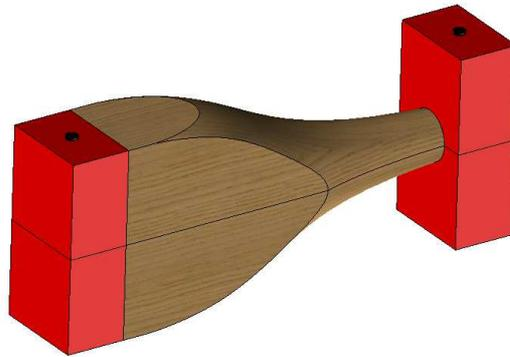

Figure 4 ; Carrelets usinés
- Usiner la pièce à la forme voulue (Figure 4).